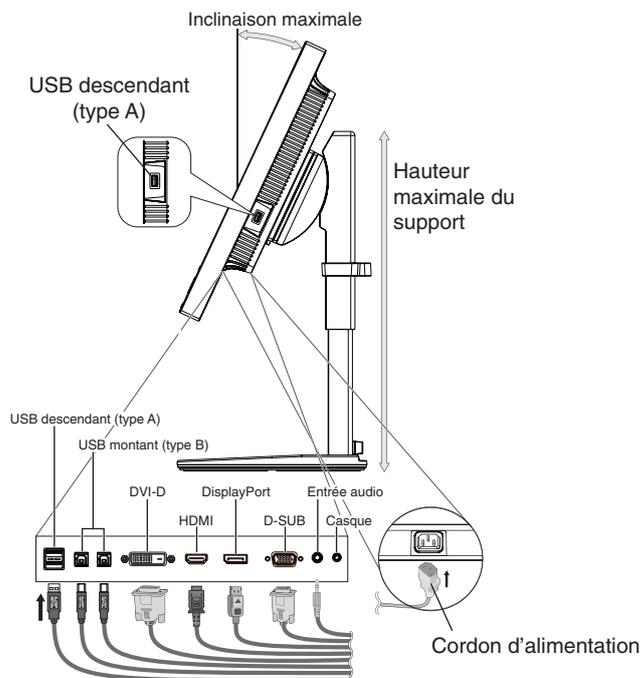
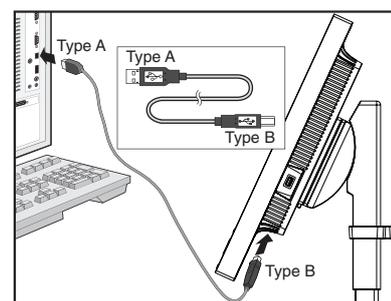

Figure C.1
Figure C.1a
- Branchez tous les câbles aux prises appropriées (**Figure C.1**). Lorsque vous utilisez un câble USB, branchez la prise de type B au port montant USB situé sur le côté arrière droit du moniteur, et la prise de type A au port descendant de l'ordinateur (**Figure C.1a**). Si vous utilisez le cordon de l'appareil USB, branchez-le dans l'un des ports descendants du moniteur.